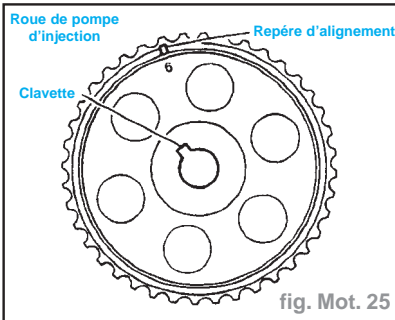

fig. Mot. 25
- Utiliser le repère d'alignement sur le pignon (fig. Mot. 25).